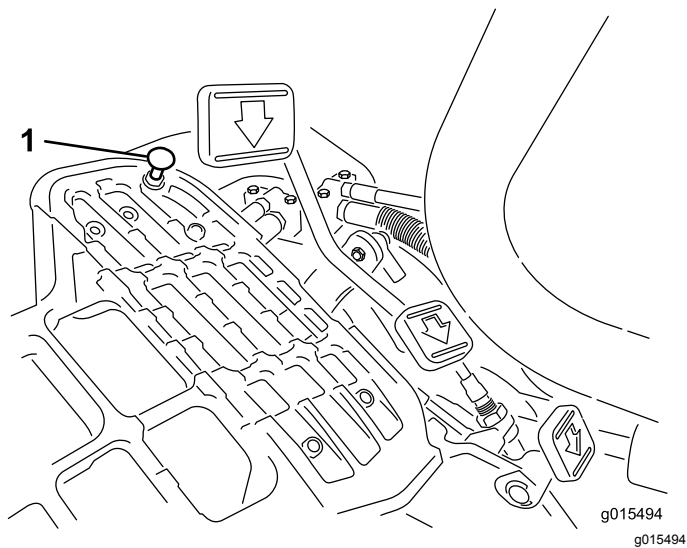

図 35
モードレバーを移動走行位置にセットし、ペダルを一杯に踏み込めば最高速度となります。ケーブルに張力が掛かる前にペダルがストップ 図 35 に当たる場合には調整が必要です。
1. モードレバーを移動走行位置にセットし、ペダルストップを固定しているロックナットをゆるめる 図 35。